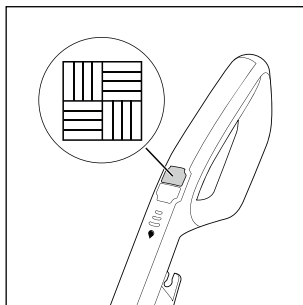

Fig. 13
- ◆ Para ligar o aparelho, prima o interruptor Pavimento duro  **14** (ver fig. 13). O LED do interruptor Pavimento duro  **14** acende-se com a cor azul.
- ◆ Para desligar o aparelho, prima novamente o interruptor Pavimento duro  **14** (ver fig. 13).